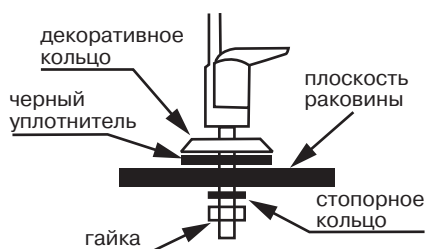
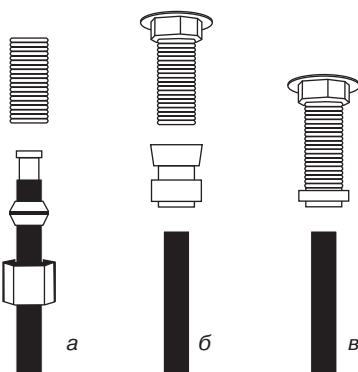

Рис. 5
Рис. 6
Монтаж крана чистой воды производите согласно **рис. 5**. Мы рекомендуем не затягивать гайку (см. **рис. 5**) до завершения монтажа и проверки работоспособности системы, чтобы была возможность убедиться в отсутствии подтекания воды в месте соединения корпуса крана и резьбовой трубки. В комплекте с краном чистой воды для герметизации соединения с трубкой может поставляться набор деталей для подключения, либо кран может иметь в своем составе быстроразъемный коннектор. На **рис. 6а, б, в** приведены способы подключения синей трубки к крану чистой воды.
14. Убедитесь в отсутствии протечки внизу корпуса крана чистой воды, затяните гайку крана (**рис. 5**).